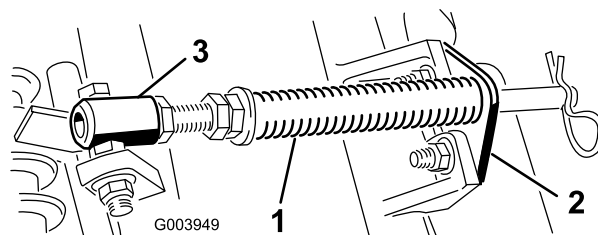

Figura 4
- B. Retire a porca flangeada que prende o parafuso com cabeça do tubo de mola ao separador da estrutura de suporte (Figura 4) Retire o conjunto.
- C. Monte o parafuso no tubo da mola no separador oposto na estrutura de suporte e prenda com a porca flangeada. A cabeça do parafuso deve ser colocada no lado de fora do separador conforme ilustrado em Figura 4.
- A. Retire os 2 parafusos e porcas da carroçaria que prendem o suporte da barra aos separadores da unidade de corte (Figura 4).